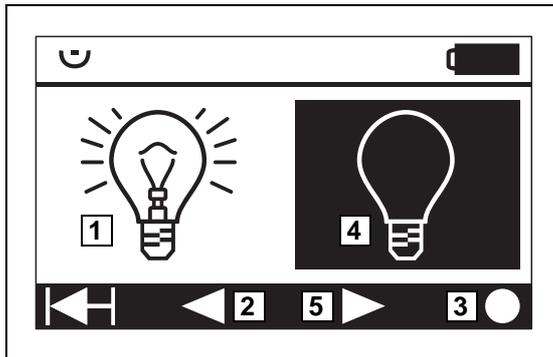

Fig. 90 : Réglage éclairage
- Eclairage MARCHE / ARRET (4) (►► Fig. 90),